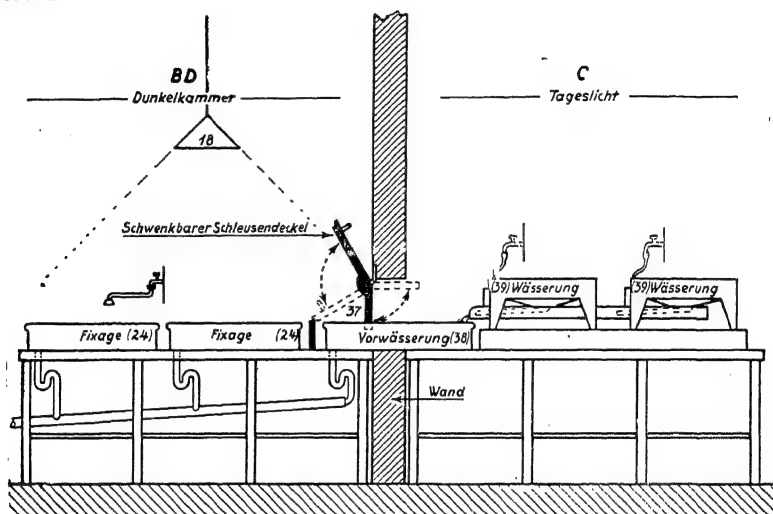
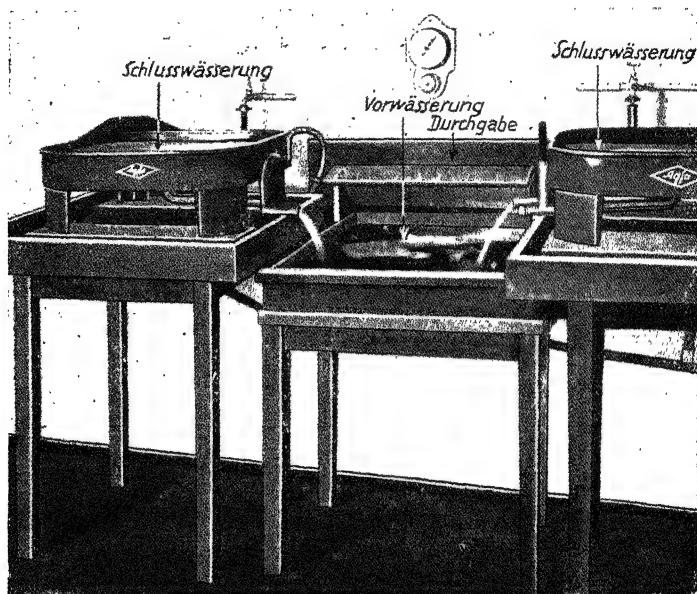

Abb. 128. Positivfixage und Wässerung
Abb. 129. Positivvor- und -schlußwässerung (37, 38, 39, 9)
sowie die genaue Position dieser Anlage (37, 38) ersichtlich. Das Vorwässerungsbecken reicht nur 30 cm weit in die Dunkelkammer hinein, 60 cm des Beckens befinden sich im Tageslichtraum. Der in der Dunkelkammer befindliche Teil wird durch eine Holzumkleidung und einen Schwenkdeckel lichtsicher abgeschlossen. Die Übergänge von einem Becken zum anderen werden am besten mit einem Bleistreifen überbrückt, damit kein Fixierbad zwischen die Becken tropfen kann. Die Holzumkleidung ist an den gefährdeten Stellen durch einen Anstrich mit heißem Paraffin gegen die Einwirkungen des Fixierbades geschützt. Der Schwenkdeckel (siehe Zeichnung Abb. 128) ist so konstruiert, daß von der Seite des Tageslichtraumes das weiße Licht durch einen genügend lichtsicheren Gegendeckel abgefangen wird, wenn man die Durchgabe in der Dunkelkammer öffnet.
Die Positivhauptwässerung (39) schließt sich an die Vorwässerung an. Die dafür geschaffene Agfa-Positivwässerungswanne (siehe Abb. 129 u. Abb. 130) wurde auf Grund jahrzehntelanger Erfahrungen nach ganz bestimmten Gesichtspunkten entworfen. Größter Wert wurde auf hohe Leistungsfähigkeit, geringe Raumbeanspruchung und ein ausgewähltes, chemisch unangreifbares Material gelegt. Mäßiger Wasserverbrauch, geringe Wassertiefe, ausreichende Bewegung, Sandabscheidung und selbsttätige Regelung des Wasserabflusses unter Berücksichtigung des spezifisch schwereren fixiernatronhaltigen Abwassers sind die weiteren Merkmale dieser Wanne.
Das Abwasser beider Wannen wird in der Vorwässerung (38) nochmals verwertet. Je nach den Raumverhältnissen können die beiden Wannen rechts und links neben das Vorwässerungsbecken (siehe Abb. 129) oder aber, wie aus der Zeichnung Abb. 128 ersichtlich, hintereinander gestellt werden. Das.